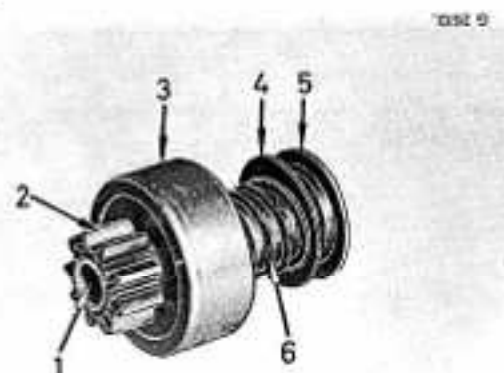

Bild 257
Ritzel (2) Bild 257 auf Anrisse und Zahnverschleiß prüfen.